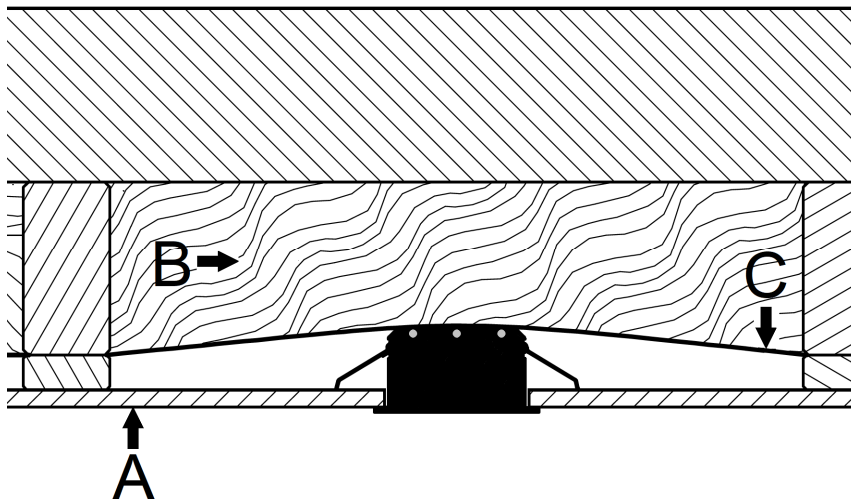

Abbildung 1
- Die LED-Leuchte ist zur Montage auf normal entflammaren Oberflächen geeignet, z.B. auf Holz und Werkstoffen auf Holzbasis mit mehr als 2 mm Dicke (siehe Abbildung 1: Punkt A).
abgedeckt werden (siehe Abbildung 1: Punkt B). Die Einbaubedingungen des jeweiligen Herstellers sind zu beachten.
- Bei Einsatz einer sogenannten Dampfbremse bzw. Dampfsperre (siehe Abbildung 1: Punkt C) sind die Einbaubedingungen und Temperaturbeständigkeit des jeweiligen Herstellers zu beachten. Erforderlich ist eine dauerhafte Temperaturbeständigkeit $\geq 90^{\circ}\text{C}$